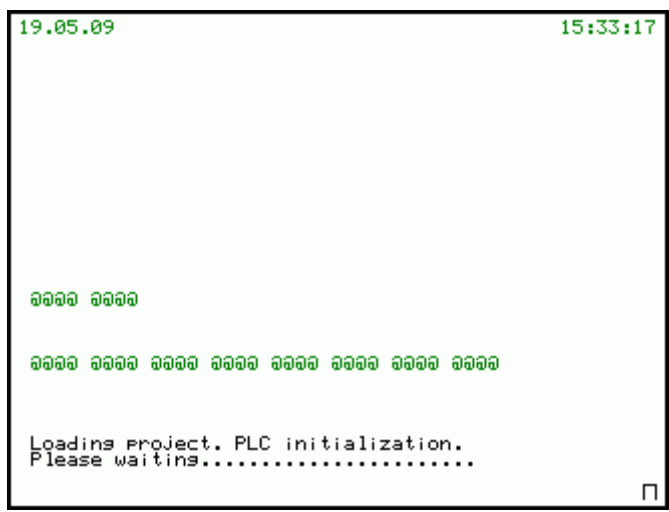

Рисунок 2.1 – Окно загрузки проекта
2.2.7 Переключатель сетевого напряжения 220 В «СЕТЬ» (SA) перевести во включенное состояние. При этом должна загореться лампа 220 В (HL1) на лицевой панели пульта. Несколько секунд займёт загрузка проекта (рисунок 2.1).